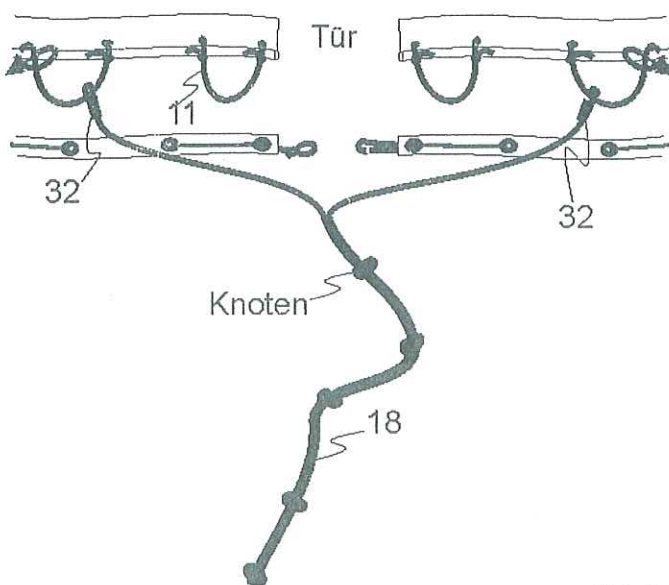

Abb. 6.1
#### Schritt 6: Zusammenbau des Zugseiles (Abb. 6.1/6.2)
#### **Zugseil (18) (Abb. 6.1)**
Zugseil (18) laut Abb. 6.1 montieren, Knoten im einen Abstand von Ihrer Armlänge.